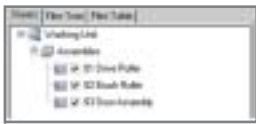

Рис. 10. Диалоговое окно *Create Transmittal*, закладка *Sheets*
- Закладка *Sheets*. На этой закладке отображаются листы, выбранные для включения в комплект передачи (рис. 10).